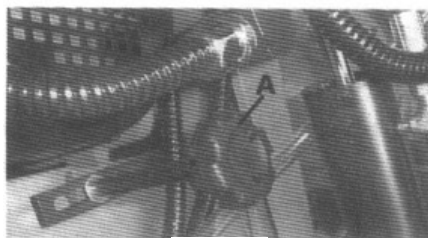

Рис. 5
2. Ослабьте натяжение ремня, отпустив ручку замка натяжения (A) Рис.5. и позволив двигателю качнуться вперед.
5. Регулируйте натяжение ремня, вращая двигатель назад до получения отклонения ремня, равного примерно 1/2", в межосевом промежутке шкивов при помощи легкого нажатия пальцем. Затем затяните ручку замка натяжения (A) Рис.5. и регулярно проверяйте ее работу.